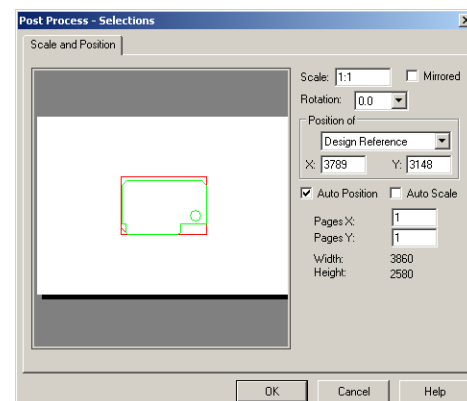

Рис. 18. Настройка масштаба и расположения печати слоя шелкографии.
19. В появившемся окне Post Process – Selections включим опцию Auto Position, выключим опцию Auto Scale и убедимся, что масштаб (Scale) определен как 1:1 (рис. 18).